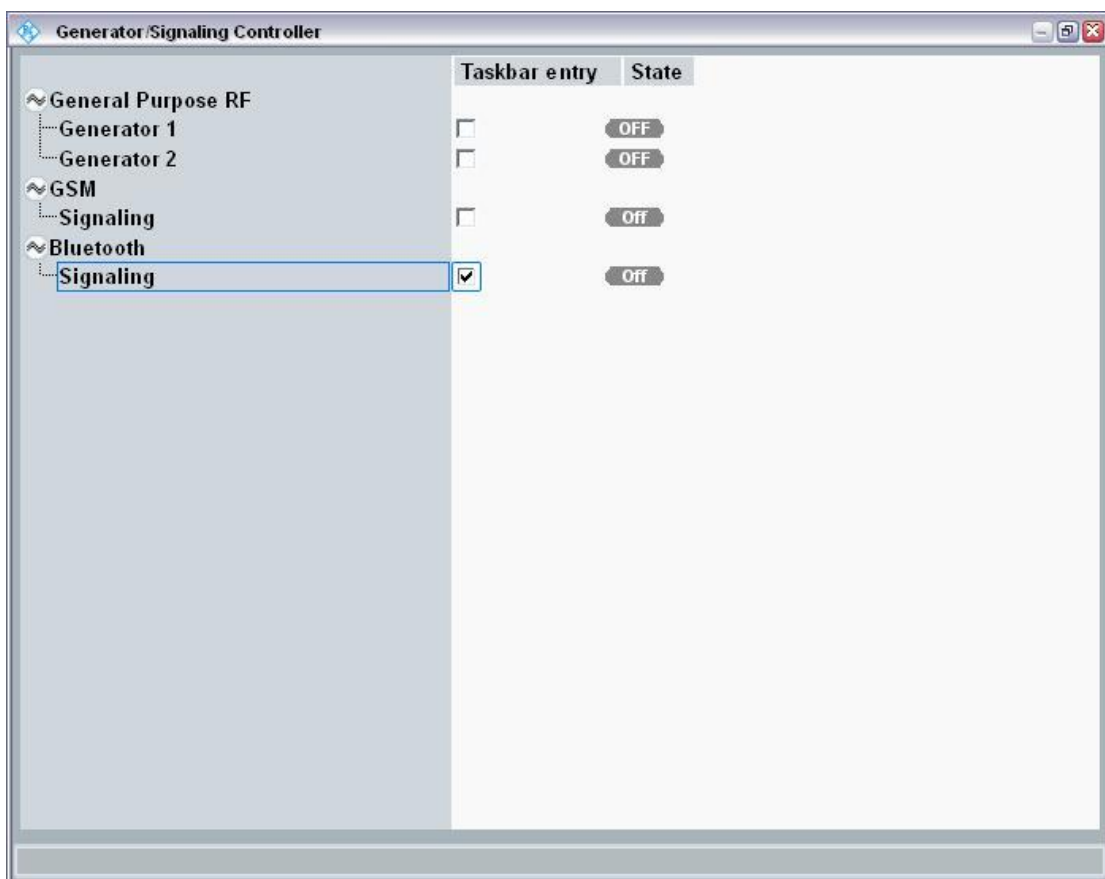

图 3-2
- 此时选择 **Bluetooth signaling** 如图 3-2，进入到 **Bluetooth** 信令设置界面；